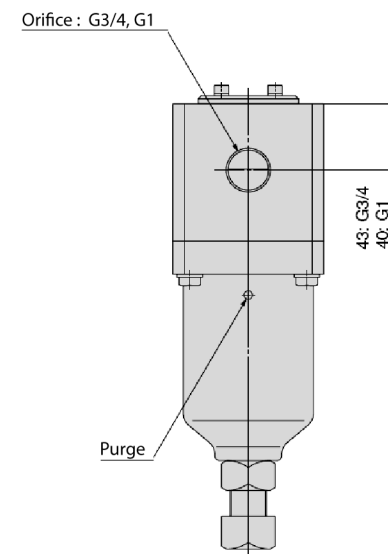

Figure 3
- L'air est purgé par les orifices de purge / les événements lorsque la pression au niveau de l'orifice OUT dépasse le point de consigne. Assurez-vous que le jet d'air, le volume d'air et le bruit ne présentent aucun danger. Voir Figure 3.
- Le réglage de la pression de sortie s'effectue à l'aide du boulon de réglage situé en bas du régulateur. Voir Figure 3. Commencez par desserrer le contre-écrou.